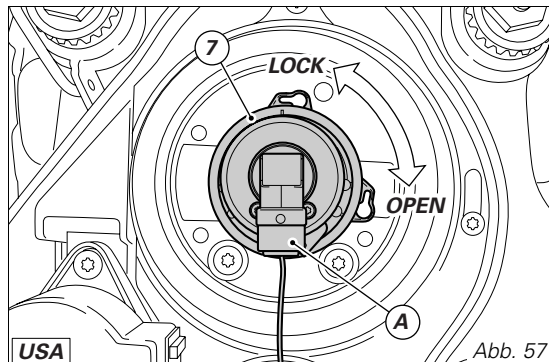

Abb. 57
Zum Entfernen der Glühbirne des Abblendlichts (7) den Stecker (A) vom Kabel abziehen, die Lampenfassung gegen den Uhrzeigersinn drehen, dann die durchgebrannte Glühbirne (Abb. 57) herausnehmen und durch eine neue identische ersetzen. Für die Montage die Glühbirne im Uhrzeigersinn eindrehen und so in der Lampenfassung fixieren.